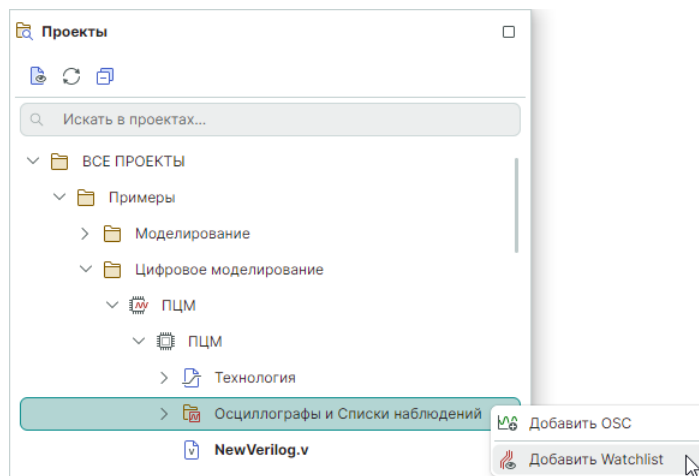

Рис. 45 Добавление списка наблюдений
2. Вызовите контекстное меню с узла «Осциллографы и Списки наблюдений» и выберите пункт «Добавить Watchlist», см. Рис. 45.